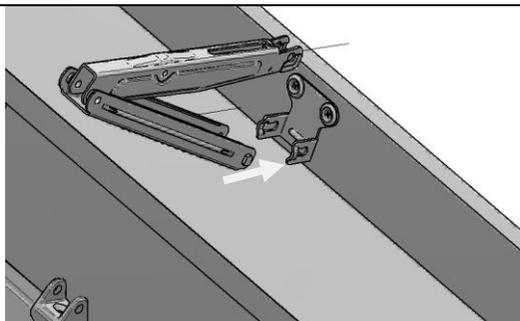

Рис. 16
5.4.2. Фиксатор столешницы Multiflex (поз. 1, пакет №9а) нижней частью ввести в кронштейн нижний, (см. рис. 16; 16а).
Рис. 16а